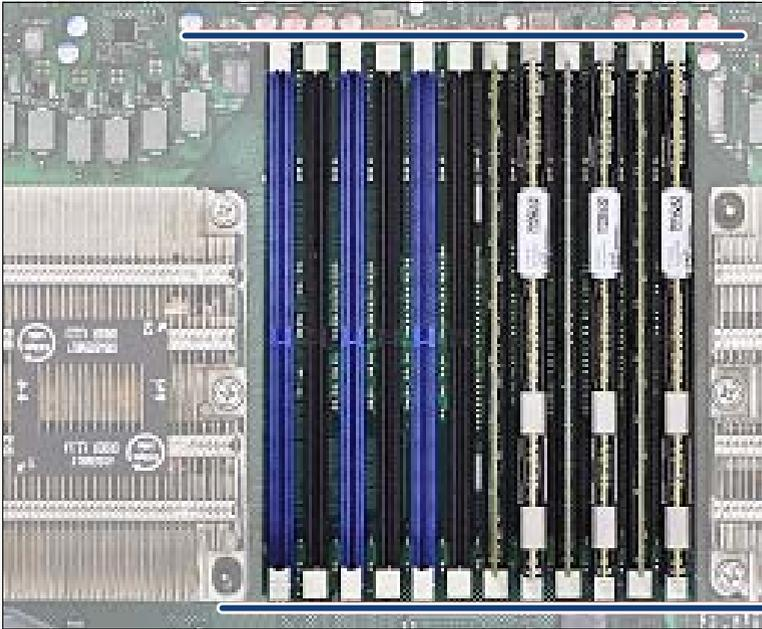

図 117: 固定クリップの正しい位置
- ▶ すべての固定クリップが正しい位置に固定されているか確認します(図 117 を参照)。